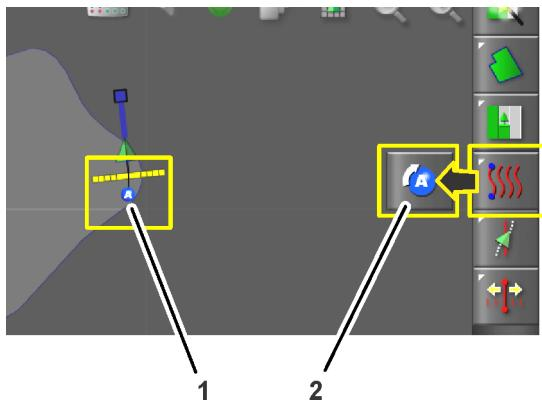

Figura 16
5. Pulse el icono Fijar punto A (Figura 16).